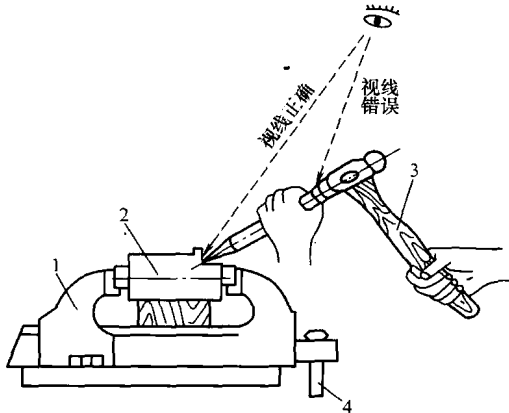

图 1-12 錾削方法和视线的要求
(1) 錾子刃口要锋利，錾子尾部有飞边时要及时去掉。
(2) 锤子的手柄要安装牢靠，挥锤的对面不要站人。
(3) 錾削的切屑用刷子刷去。
(4) 锤击錾子时，要看錾刃和工件，不要看錾尾，如图 1-12 所示。